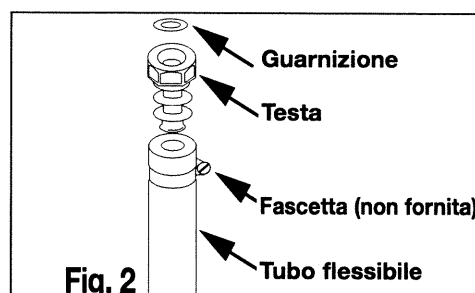

Fig. 2
- nel caso di un'installazione preesistente, tramite tubo flessibile del diametro interno di 6 mm (fig. 2) montato su una testa appropriata fornita di fascetta di serraggio ad entrambe le estremità.
- nel caso di un'installazione preesistente, tramite tubo flessibile del diametro interno di 15 mm (fig. 2) montato su una testa appropriata fornita di fascetta di serraggio ad entrambe le estremità.
- Vedi paragrafo 1.2 e fig. 2.